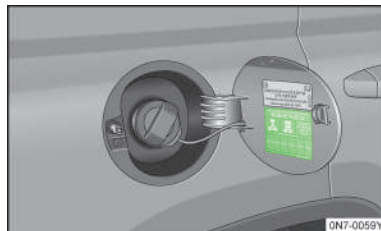

图 143
4、根据汽车负荷和驾驶需要适当调整轮胎气压，可按照轮胎气压标牌 » 图 143，见第 108 页上的信息对轮胎气压进行调整。